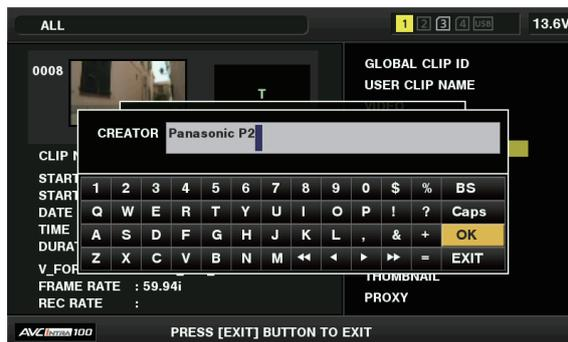

Fig. 2
- La fenêtre d'entrée (clavier souple) pour modifier les métadonnées s'affiche. (Fig. 2)